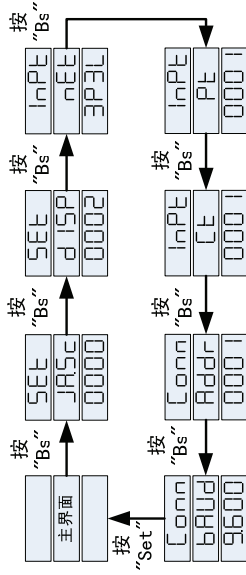

图 4-4 参数查询示例
(1) 查询仪表当期设置参数：参考参数查询流程，按图 4-4 进行操作：